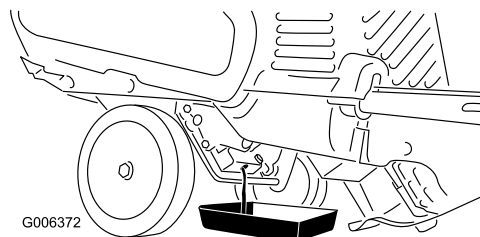

图29
3. 在排油塞下放置一个放油盘，拆下排油塞，并向后倾斜机器，把用过的机油排到放油盘中（图29）。